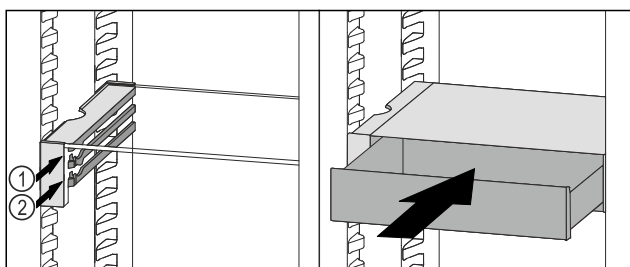

Fig. 207
- Placer le tiroir VarioSafe derrière les butées sur la nervure désirée Fig. 207 (1) ou Fig. 207 (2).